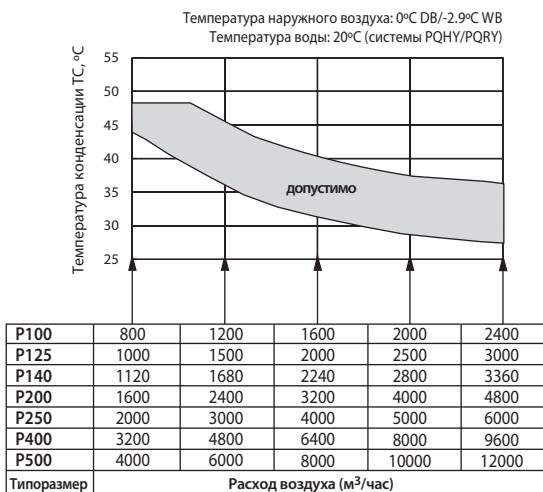

Рис. 1. Определение допустимых значений температуры конденсации
Для определения производительности фреонового теплообменника приточной установки в режиме нагрева выберите температуру конденсации из допустимого диапазона согласно рис. 1. Если приточная установка оснащена рекуператором, то выберите значение температуры конденсации 48°C.
- Если расход воздуха меньше указанного в таблице на рис. 1, то следует выбрать значение температуры конденсации 48°C.